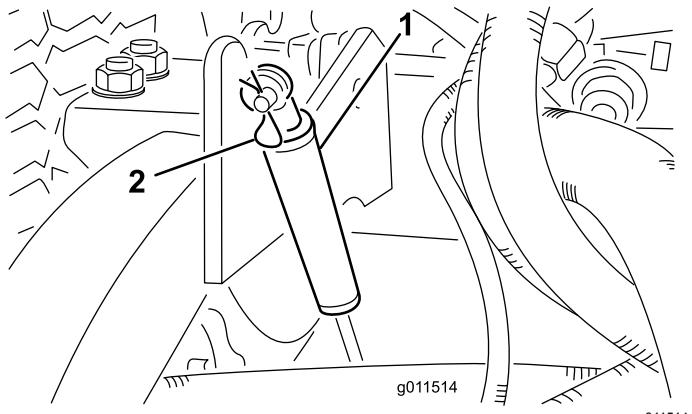

Figura 108
2. Togliete la coppiglia che fissa gli ammortizzatori ai bracci di sollevamento (Figura 108).